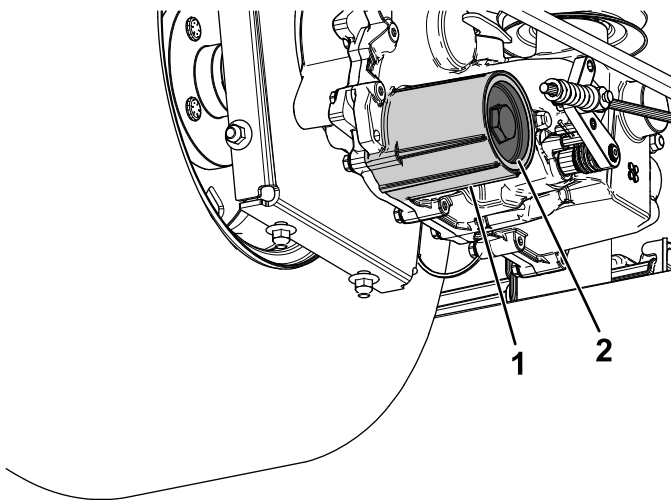

Figura 94
7. Retire la tapa del filtro de fluido hidráulico del transeje para vaciar el fluido (**Figura 94**).